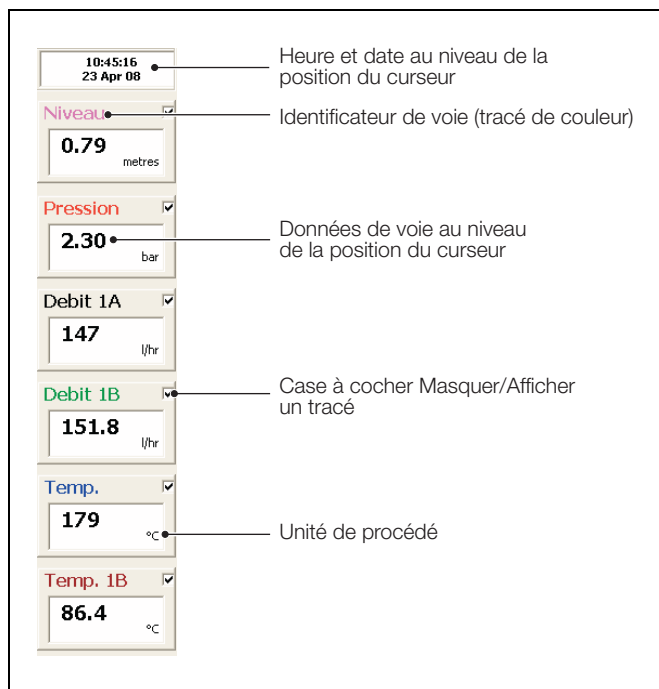

Fig. 3.6 Indicateurs de voie
3.7.2 Indicateurs de voie – Fig. 3.6